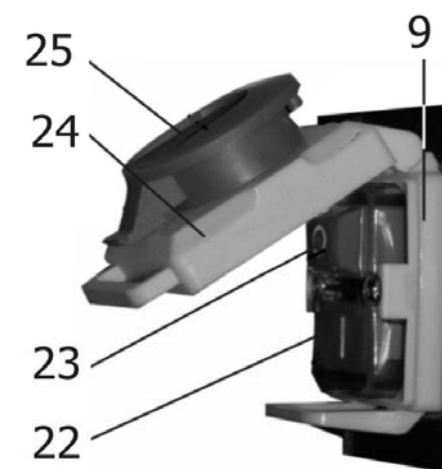
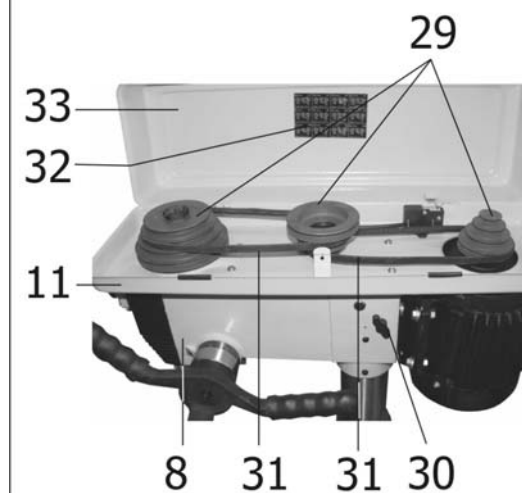
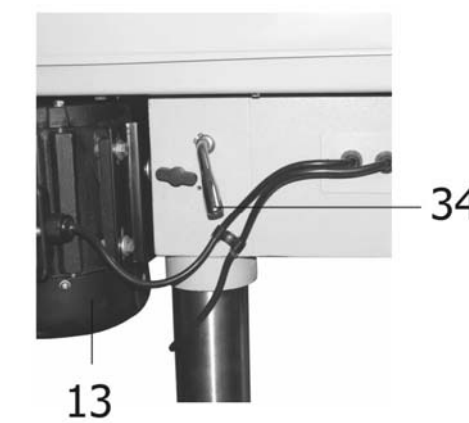

Рис.6
Рис.8
Рис.9
10.2. Перед тем как включить станок проверьте, закрыта ли крышка (33) кожуха ременной передачи (11), Рис.8. Ключ к сверльному патрону (Р), Рис.1, не должен оставаться в сверльном патроне (6), Рис.2. Режущий инструмент в сверльном патроне (6) должен быть хорошо зажат. Если режущий инструмент не установлен, то кулачки сверльного патрона (6) должны быть сведены, Рис.2.
10.3. Станок оснащен магнитным пускателем, предотвращающим самопроизвольное включение после отключения питания. Магнитный пускатель (9), Рис.6, закрыт защитной крышкой (24) и заблокирован кнопкой (25), предотвращающей самопроизвольный пуск станка после нажатия на кнопку (25), Рис.6. При закрытой крышке (24) станок автоматически отключается от питания; станок можно включить только после открытия крышки (24) и нажатия зеленой кнопки (22), отключение станка производится нажатием на красную кнопку (23), Рис.6. В случае необходимости экстренного отключения станка следует нажать на красную кнопку (25), в результате чего произойдет отключение питания станка, Рис.6.
10.6. При открытии крышки (33) кожуха ременной передачи (11), Рис.8, станок должен отключиться. Повторное включение станка возможно после закрытия крышки (33) кожуха ременной передачи (11), Рис.8 и вторичного нажатия на зеленую кнопку (23), Рис.6 (см. п.10.3).
Скорость вращения шпинделя регулируется изменением положения клиновых ремней (31) на ступенях шкивов (29), Рис.8. Возможно, установить 12 скоростей вращения шпинделя. Схемы положения клиновых ремней (31) на шкивах (29) для 12 вариантов скоростных режимов показаны на наклейке (32), находящейся на внутренней стороне крышки (33) кожуха ременной передачи (11), Рис.8.
Для изменения скорости вращения шпинделя предварительно следует ослабить натяжение клиновых ремней (31), Рис.8. Для этого необходимо ослабить винты фиксации (30), расположенные симметрично с двух сторон шпиндельной головки станка (8), Рис.8. Затем с помощью ручки (34) переместить электродвигатель (13) в сторону режущего инструмента, Рис.9. Руководствуясь данными наклейки (32) на крышке (33) кожуха ременной передачи (11), необходимо установить ремни (31) на требуемые позиции, Рис.8. Натянуть клиновый ремень с помощью ручки (34), Рис.9, можно переместив электродвигатель (13), Рис.9, в сторону от режущего инструмента и зафиксировав необходимое натяжение винтами фиксации (30) с двух сторон шпиндельной головки (8), Рис.8.